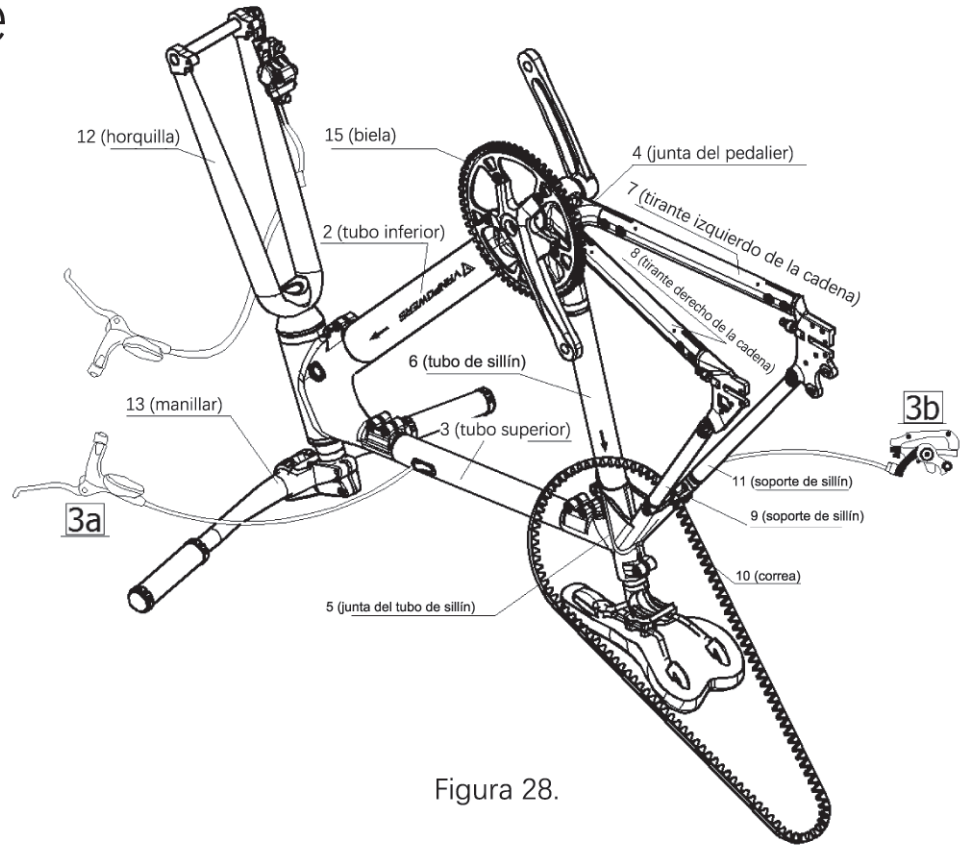

Figura 28.
b. Comprobar la posición de la pieza 10 y confirmar que la pieza 10 cubra la pieza 9 y esté en la parte inferior de la pieza 9, como se muestra en la Figura 28.